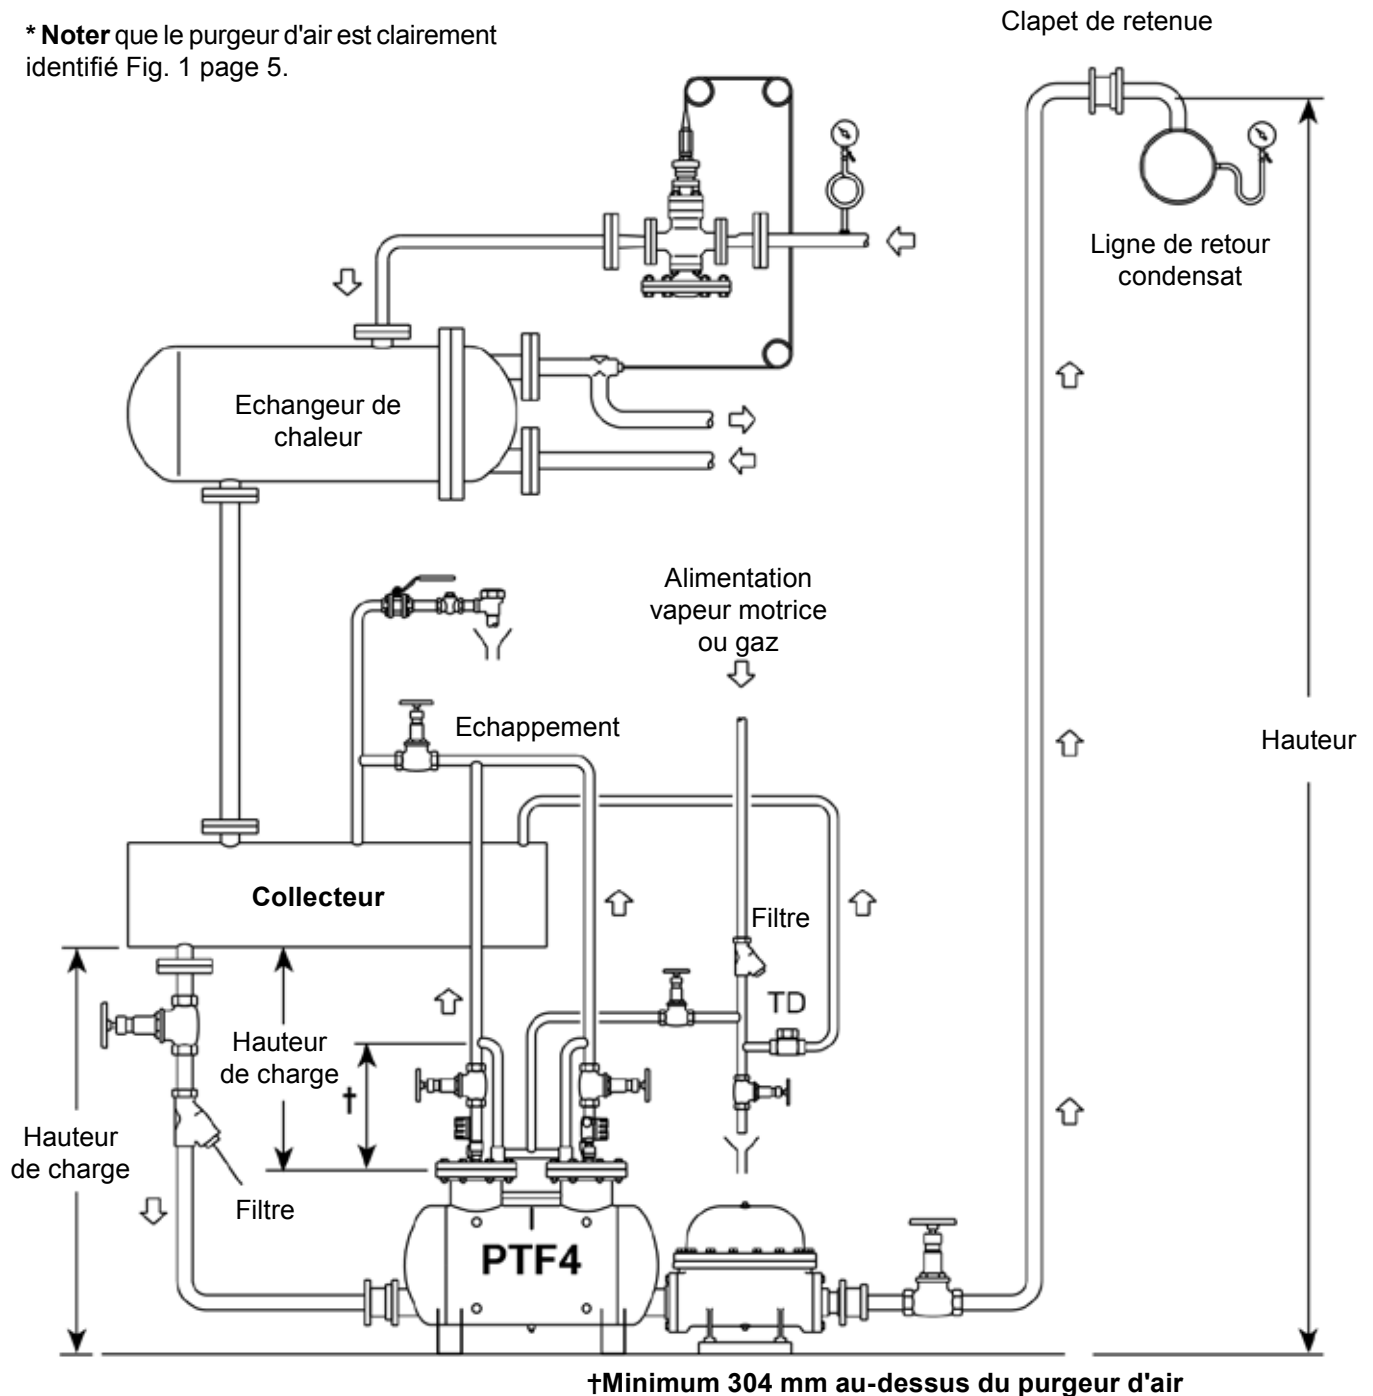

Fig. 3 - Système boucle fermée avec purgeur
3.7 Installation en boucle fermée - Fig 3.
- 3.7.1. Installer la pompe sous l'élément à purger avec l'échappement verticalement ascendant. La pompe doit être installée en respectant la hauteur de charge (distance à la verticale entre le point haut de la pompe et le point de purge du collecteur) comme indiqué Fig. 3. Pour d'autres variations de hauteurs de charge, se référer au tableau de débit TI-P135-13.
- 3.7.2. Afin d'éviter l'engorgement de la pompe pendant la phase de décharge, un collecteur doit être installé dans un plan horizontal au-dessus de la pompe, comme représenté Fig. 3. Pour un bon dimensionnement du collecteur/réservoir, se référer à "Tuyauterie d'entrée du collecteur", Tableau 2. Toutes les tuyauteries d'entrées seront correctement supportées. Si vous le désirez, un trop plein peut être installé en utilisant un purgeur à flotteur bien dimensionné avec un purgeur d'air incorporé. L'entrée du purgeur doit être positionnée au niveau d'eau maximum admissible, sur ou au plus proche au-dessus du réservoir, et il doit évacuer vers une vidange adéquate.
3.7.7. Si à chaque fois que la contre-pression qui revient à la pompe est inférieure à la pression de l'équipement à purger, un purgeur à flotteur bien dimensionné avec un purgeur d'air incorporé doit être installé entre la pompe et le clapet de retenue de décharge, voir Fig. 3.